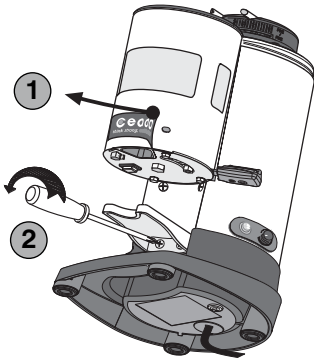

Abb. 9
- 1** Den Ceado-Aufkleber vom Dosierer entfernen (1, Abb. 9) und die Auflagegabel entfernen, indem die Befestigungsschrauben (2, Abb. 9) abgeschraubt werden. Letztere an einem sicheren Ort aufbewahren.